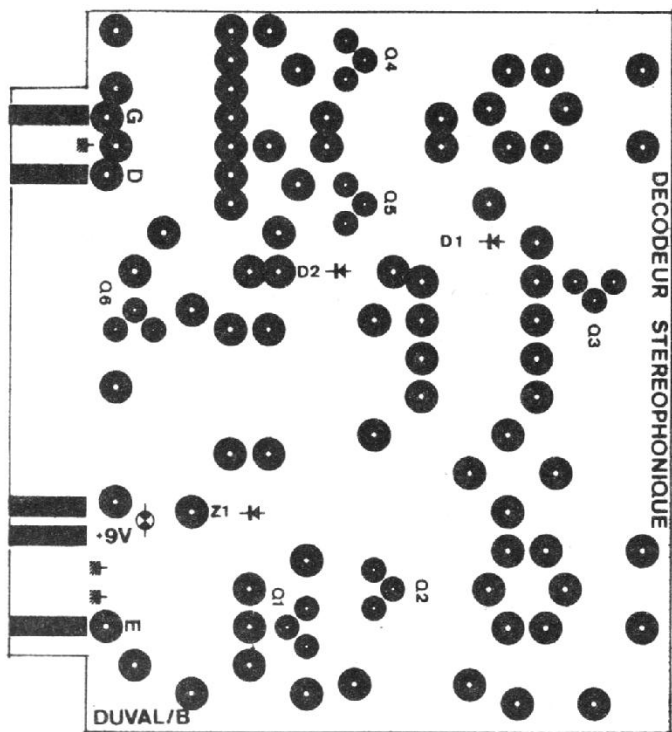

FIG. 3.
2° Positif pour le côté élément, les pastilles apparaissent en noir sur le cliché (Fig. 3).
- La feuille représentant le cliché étant enlevée, percer à l'aide d'un foret de faible diamètre (le  $\varnothing$  0,6 est convenable) tous les pointages sur le cuivre. Tous ces trous vont servir à indiquer l'emplacement des pastilles adhésives, toujours en s'appuyant sur les clichés (Fig. 3 et 4). Attention, pour la face côté éléments, tous les trous ne reçoivent pas de pastilles (soudures de masses des éléments). Passer ensuite sur cette face, une encre spéciale circuit imprimé sur toute la surface. Une fois séchée, enlever toutes les pastilles collées précédemment, des cercles cuivrés apparaissent, ils serviront de détournages des éléments non soudés à la masse.